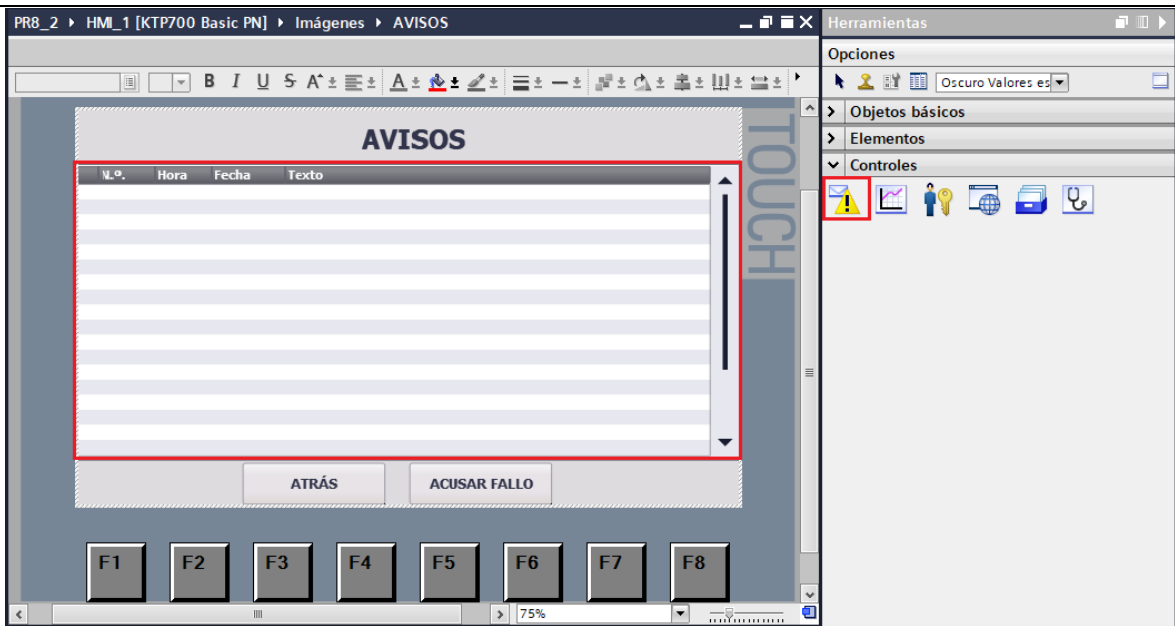

Figura 72. Agregar Visor de avisos.
- Para agregar el Visor de avisos de debe ubicar en “**Herramientas**” / “**Controles**” / “**Visor de Avisos**” (ver Figura 72).